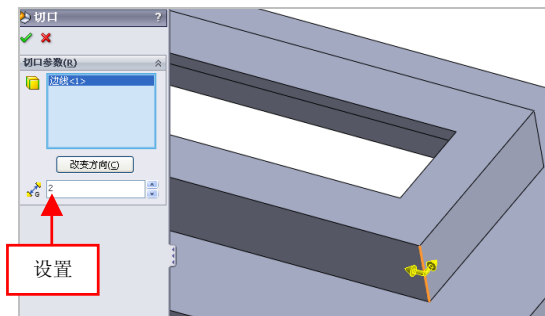

图 9-49 设置参数值
(3) 弹出【切口】属性管理器，选择合适的边线对象，设置【切口缝隙】为 2，如图 9-49 所示。